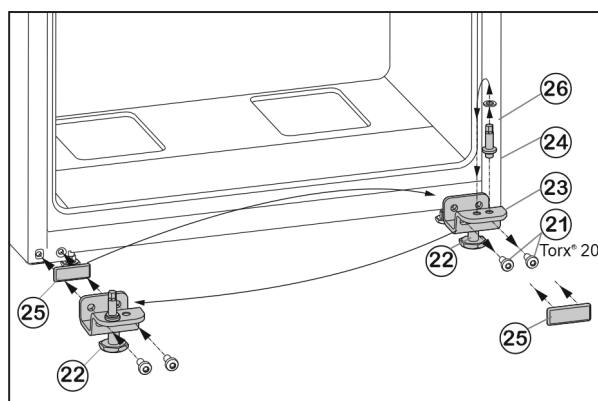

Fig. 6
- ▶ Открутите крепежные винты Fig. 6 (21).
- ▶ Снимите нижний опорный кронштейн Fig. 6 (23) вместе с опорным пальцем Fig. 6 (24), шайбой Fig. 6 (26) и регулируемой опорой Fig. 6 (22).
- ▶ Открутите опорный палец Fig. 6 (24) вместе с шайбой Fig. 6 (26) и, переставив в отверстие на противоположной стороне опорного кронштейна, снова прикрутите.
- ▶ Аккуратно снимите защитную пластину Fig. 6 (25) и переставьте ее на противоположную сторону.
- ▶ Прикрутите нижний опорный кронштейн Fig. 6 (23) вместе с опорным пальцем Fig. 6 (24), шайбой Fig. 6 (26) и регулируемой опорой Fig. 6 (22) с другой стороны шарнира (**с моментом 4 Нм**), при необходимости используйте аккумуляторный шурупверт.
- ▶ Установите нижнюю дверцу сверху на опорный палец Fig. 6 (24).
- ▶ Выверните регулируемую опору Fig. 6 (22) на нижнем опорном кронштейне Fig. 6 (23) до ее соприкосновения с полом.